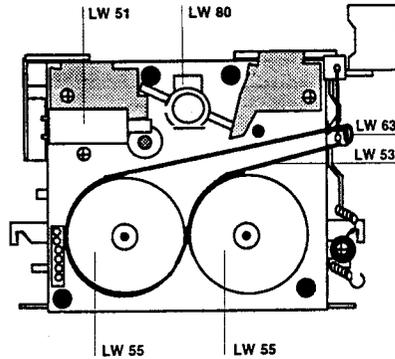

Abb. 7 Fig. 7
- Neuen Antriebsriemen LW 53 über die Schwungscheiben und über die Lasche des Auswurfshebels LW 63 legen, (Abb. 7).
5. Schwungscheiben wechseln, LW 55 (Abb. 7).
- Motoranschlüsse von der Motor - Leiterplatte ablöten, dabei auf die Polung (Abb. 8) und die Erdungsfeder LW 80 (Abb. 7) achten (Motoranschluß mit Punkt) Leiterplatte hochklappen und den Motor herausnehmen.
- 6.3 Motor LW 51 (Assist, Abb. 7, 8 und 9).
- Since the belt drops easily from the flywheels of the motor pulley we recommend to put the belt LW 53 first around the flywheels and then around the Eject lever LW 63 (Fig. 7).
5. Replacement of flywheels, LW 55 (Fig. 7)
- Unsolder the motor connecting leads; mind the polarity (Fig. 8) and the earthing spring LW 80 (Fig. 7) raise the printed circuit board and replace the motor.
- 6.3 Motor LW 51 (Assist, Fig. 7, 8 and 9)